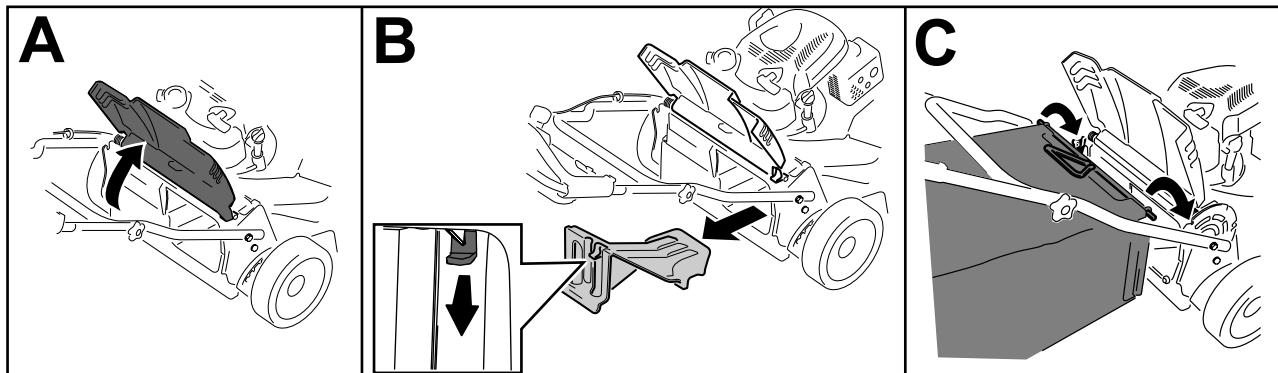

Figura 21
1. Levante y sujeté la puerta trasera (Figura 21, A).
2. Retire el tapón de descarga trasero presionando hacia abajo sobre el enganche con el dedo pulgar y extrayendo del tapón de la máquina (Figura 21, B).
3. Instale la varilla de la bolsa en las muescas de la base del manillar, y mueva la bolsa hacia adelante y hacia atrás para verificar que la varilla está asentada en el fondo de cada muesca (Figura 21, C)